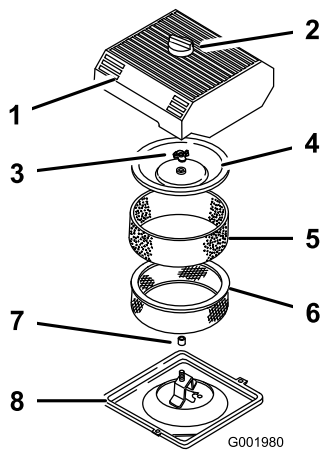

Figura 44
3. Limpie alrededor del limpiador de aire de forma que la suciedad no penetre en el motor y cause daños (Figura 44).
- Afije el pomo de la tapa del limpiador de aire y retire la tapa (Figura 44).
- Deslice cuidadosamente el filtro de gomaespuma para separarlo del filtro de papel (Figura 44).
- Desenrosque la tuerca de la tapa y retire la tapa y el filtro de papel (Figura 44).
- Deslice cuidadosamente el filtro de gomaespuma sobre el filtro de papel (Figura 44).
3. Coloque la tuerca de la tapa con la presión de los dedos solamente contra la tapa (Figura 44).
4. Instale la tapa del limpiador de aire y el pomo (Figura 44).